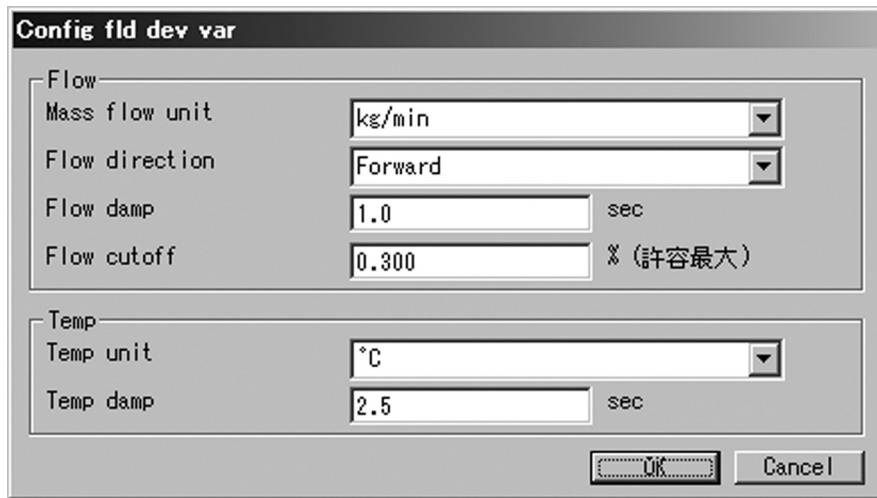

図24
- ① 画面上部メニューの「Setup(S)」をクリックし、「Config fld dev var」を選び再度クリックします。
- ② 図24のようなメッセージボックスが現れます。ここでは変換器変数(流量、温度関係)の設定を行います。